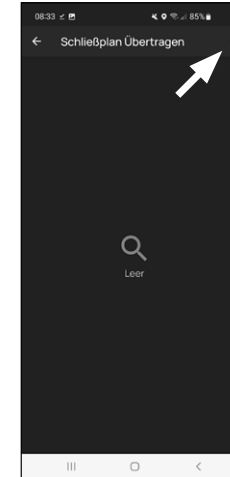

Abb. 5
- 1 Tippen Sie auf das „+“ oben rechts (Abb. 5).